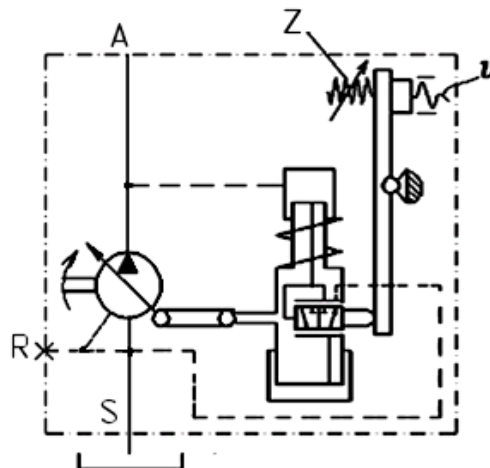

Рисунок 11 – Гидравлическая схема насоса с регулятором постоянной мощности и механической блокировкой регулятора.
- потребляемая мощность N_n , при необходимости может быть изменена регулировкой винта Z (см. рисунок 11).